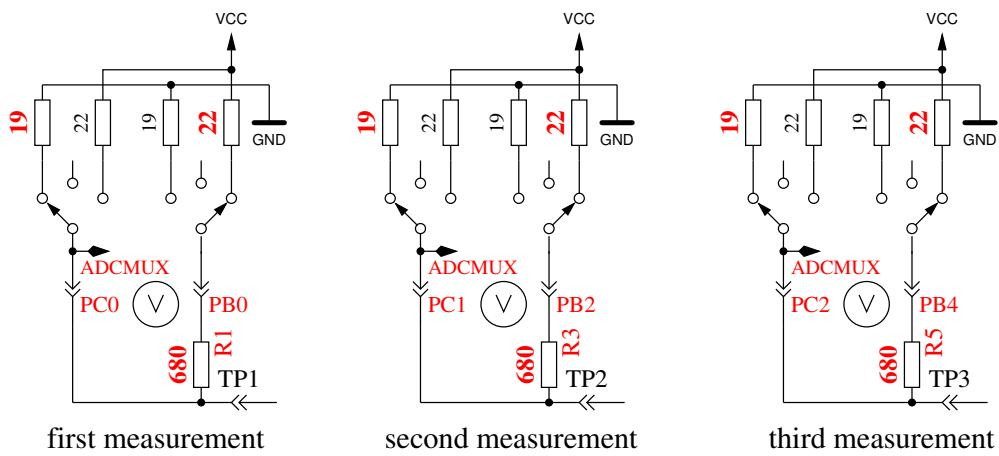

Рис. 5.63. Измерение внутреннего сопротивления порта С подключением выходных контактов к GND
8. Измерение внутреннего сопротивления порта подключением выходных контактов к GND. Этот и следующие тесты будут проведены, если выбрана опция AUTO\_CAL. Внутреннее сопротивление порта C с выходами, подключенными к GND, измеряется по току через подключенные к VCC ( $+5 \text{ V}$ ) резисторы  $680 \Omega$ , смотри рисунок 5.63. Могут быть измерены только три вывода порта АЦП. Внутреннее сопротивление портов B (PB0, PB2 и PB4) не может быть измерено без изменения аппаратных средств. Будем считать, что внутреннее сопротивление порта для различных портов практически одинаково. Величина сопротивления будет определена в следующем тесте.